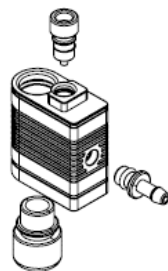

Рис. 10
➔ Разберите систему подачи молока (4) на отдельные части (Рис. 10).